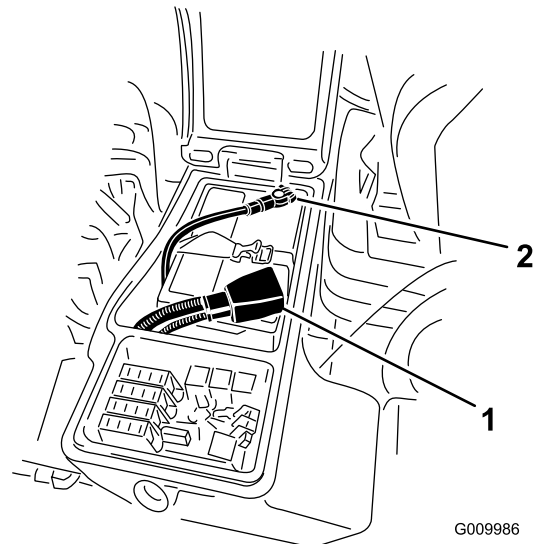

Figura 93
3. Rimuovete il cavo negativo (nero) dal morsetto negativo (-) e il cavo positivo (rosso) dal morsetto positivo (+) della batteria (Figura 93).
6. Collegate il cavo positivo (rosso) al terminale positivo (+) e il cavo negativo (nero) al terminale negativo (-) della batteria (Figura 93).